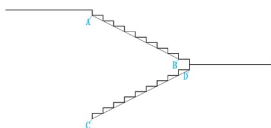

图 4.107 绘制 AB 和 CD 直线
(2) 将【辅助】图层关闭，然后用【直线】命令绘制 AB 和 CD 直线，结果如图 4.107 所示。